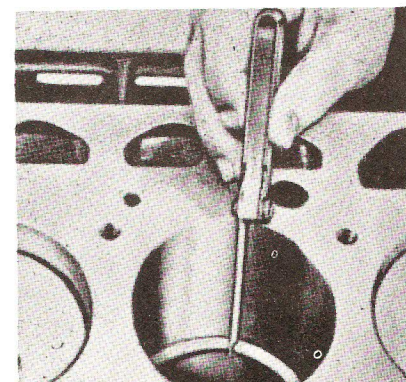

Fig. 26 — Abertura entre Puntas de Anillos.
5. Mida la abertura entre las puntas del anillo con un calibre de hojas (Fig. 26). Si la abertura entre las puntas es menor al límite mínimo especificado, pruebe con un juego de anillos distinto.